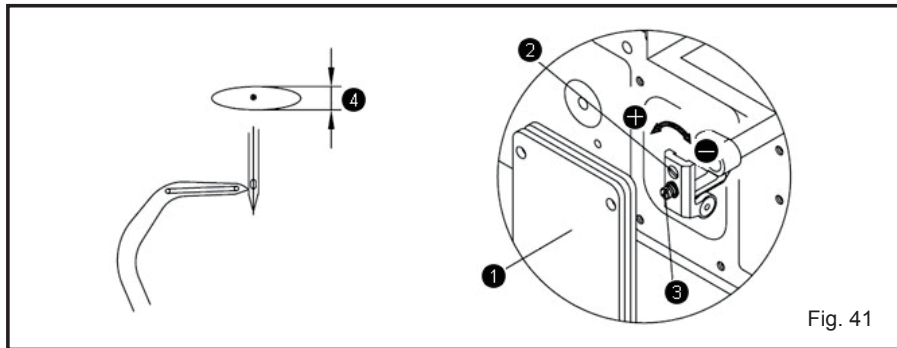

Fig. 41
1. Abra a tampa vedada ① no lado de trás da máquina.
2. Solte o parafuso ③ ligeiramente.
3. Gire o parafuso ② para ajustar. Para aumentar a quantidade de movimento, gire para a direção +. Para diminuir a quantidade de movimento, gire para a direção ⊖.
4. Aperte o parafuso ③ após o ajuste.
5. Em seguida, sele a tampa ①. (Fig. 41)